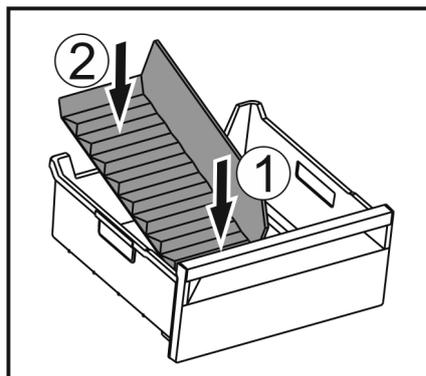

Fig. 148
- ▶ Włożyć przednią część separatora do szuflady na lód. Fig. 148 (1)
- ▶ Tylną część separatora do szuflady na lód opuścić na dno szuflady. Fig. 148 (2)